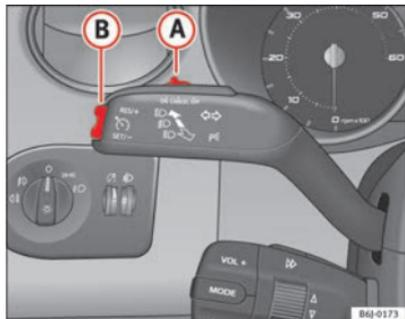

Fig. 114 Palanca de intermitentes y de luz de carretera: mando y tecla basculante para el regulador de velocidad
- Cuando se haya alcanzado la velocidad que se quiere programar, pulse brevemente la parte inferior de la tecla basculante **SET** ⇒ fig. 114 **B** una vez.